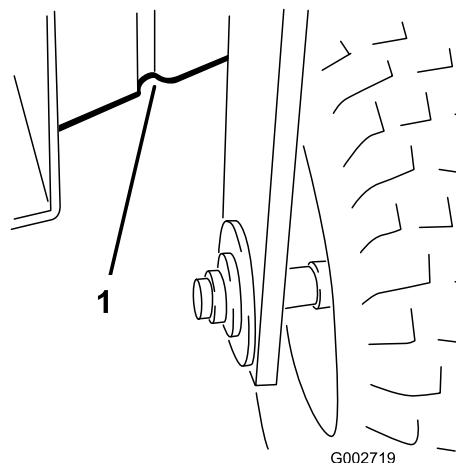

Figura 21
- Parte da frente debaixo da estrutura atrás da roda dianteira (Figura 21).